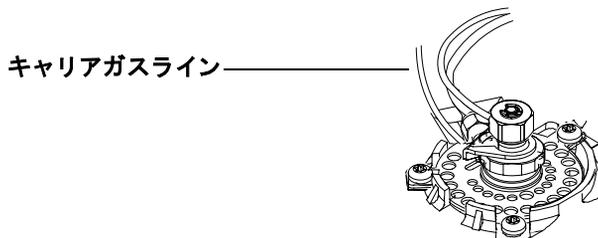

図 16 スプリット / スプリットレス注入口キャリアガスライン
- 2  図 16 のように、キャリアラインをスプリット / スプリットレス注入口に取り付けます。